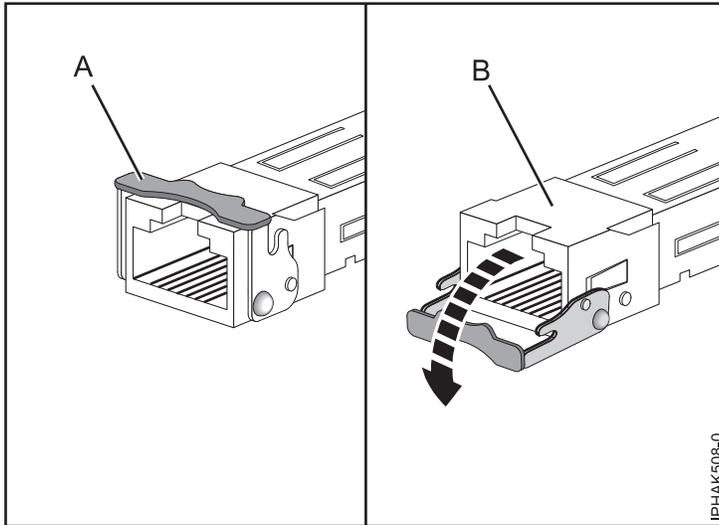

Figura 30. Extracción de los transceptores SFP de los adaptadores
- b. Abra el pestillo (A) girándolo hacia abajo y alejándolo de la tarjeta, como se muestra en la Figura 30.
- c. Deslice el transceptor (B) hasta sacarlo del hardware del adaptador.